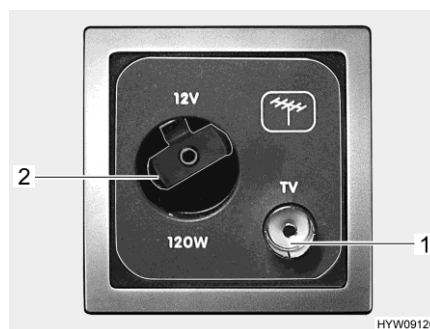

Bild 51 Uttag (DVB-T-antenn)
- Anslut DVB-T-antennens anslutningskabel till det avsedda uttaget (Bild 51,1).